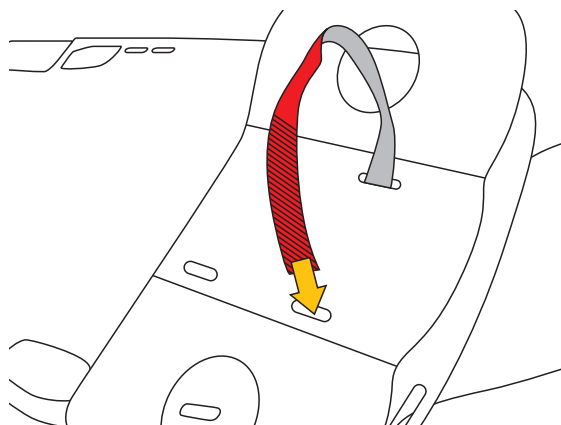

Fig.9
a) Inserire le fettucce di velcro nelle fessure del fermacapo e della tavola spinale (fig. 9).